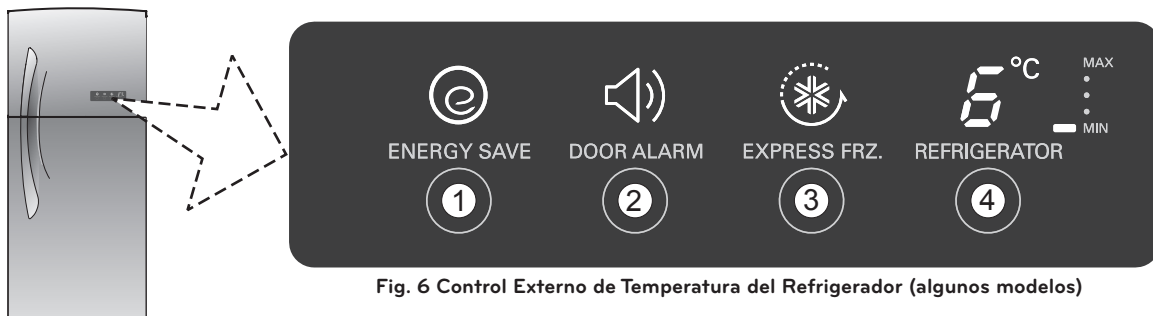

Fig. 6 Control Externo de Temperatura del Refrigerador (algunos modelos)
- **Refrigerador:** Controla la temperatura del refrigerador. Control de temperatura externo, Fig. 6, (algunos modelos).